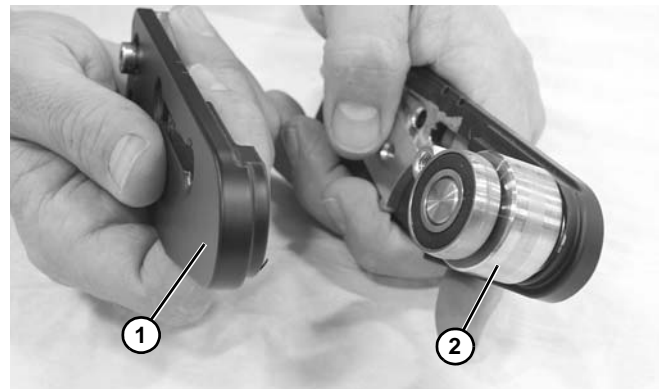

Figura 59
4. Retire la placa del cabezal (Figura 59, artículo 1) y el husillo (Figura 59, artículo 2).